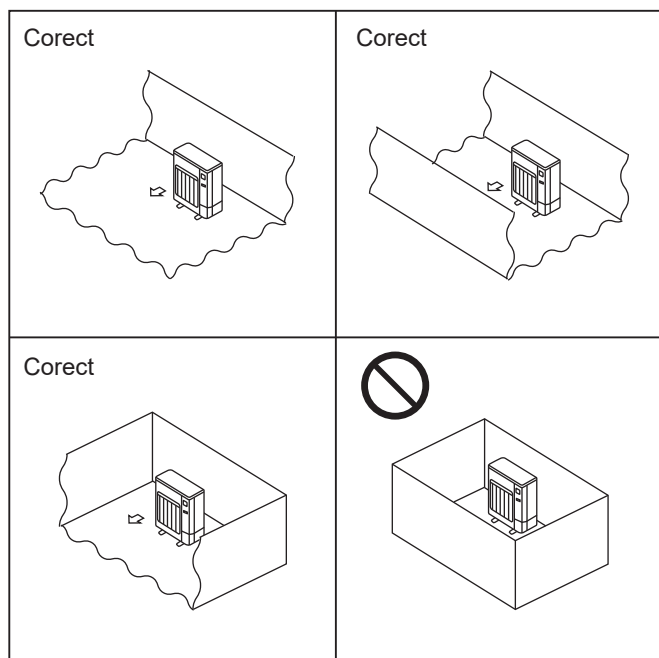

Fig. 2-1
- Ⓞ Instalați unitățile exterioare într-o zonă unde cel puțin una dintre cele patru părți laterale este deschisă și într-un spațiu suficient de mare, fără denivelări. (Fig. 2-1)